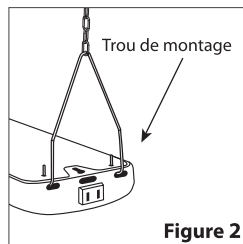

Figure 2
2. Attach chain to V-hooks then insert hooks into mounting holes located on endcap of the fixture (See Figure 2). Do this for both ends of lamp.
2. Attachez la chaîne aux crochets en V, puis insérez les crochets dans les trous de montage situés sur le capuchon d'extrémité du luminaire (voir la figure 2). Faites cela pour les deux extrémités de la lampe.